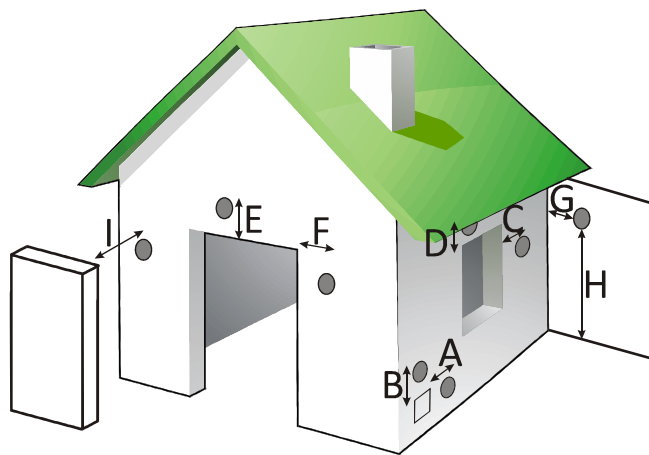

Figura 3
- 4.19.** Verifichi gli spazi tra la caldaia, il combustibile e qualunque tipo di materiale infiammabile, controlli nella figura 3.